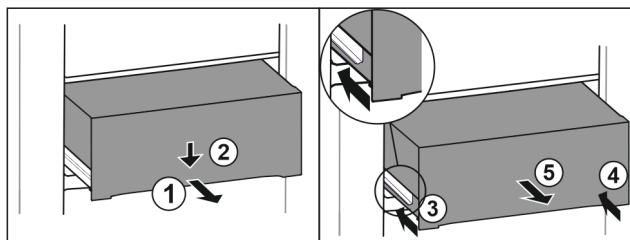

Fig. 135
- Lade er half uittrekken. Fig. 135 (1)
- Schuiflade aan de voorzijde omlaag drukken. Fig. 135 (2)
- Linker rail ca. 2 cm inschuiven. Fig. 135 (3)
- Rechter rail ca. 2 cm inschuiven. Fig. 135 (4)
- Lade naar voren toe verwijderen. Fig. 135 (5)